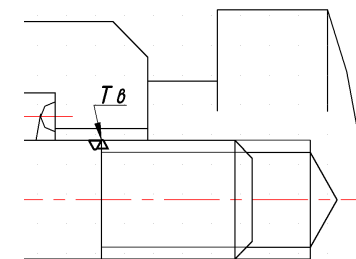

Рис. 37
- ♦ Вставьте блок «Резьба М (шаг 1)»; масштаб 2,5; точка вставки – Тв (рис. 37).